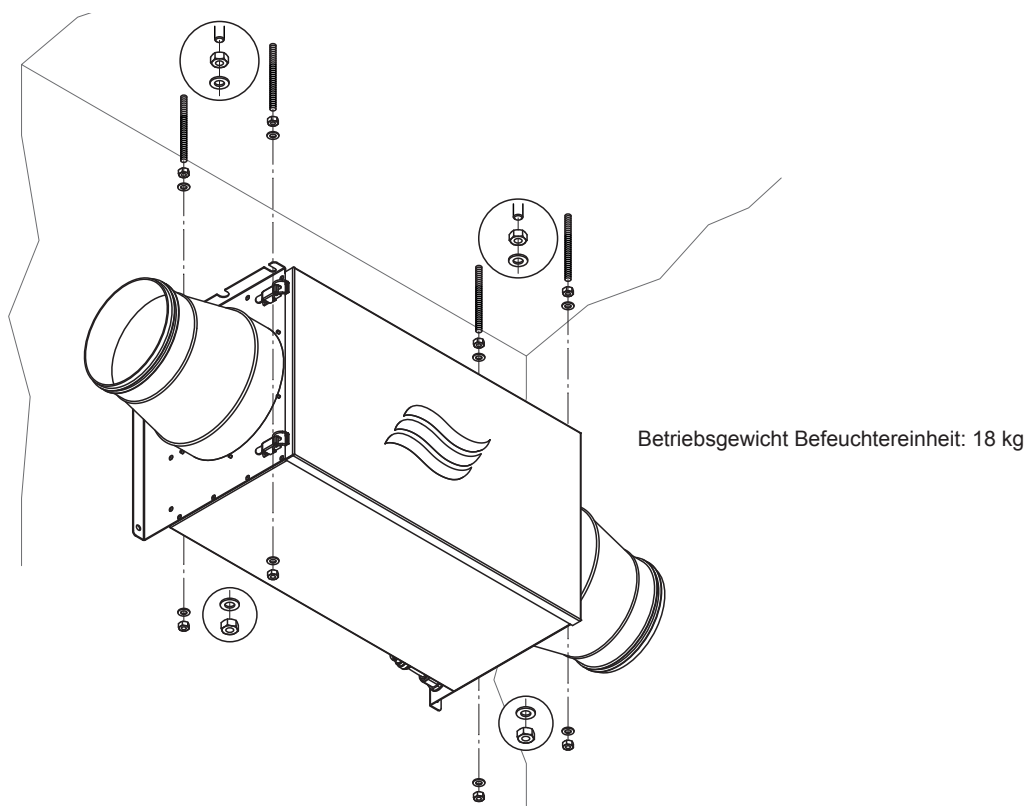

Abb. 12: Befeuchtergehäuse an den Gewindestangen befestigen
2. Befeuchtergehäuse über die Befestigungswinkel des Gehäuses mit den M8-Muttern und den Unterlagscheiben, wie in der Abb. 12 gezeigt, an den Gewindestangen befestigen.